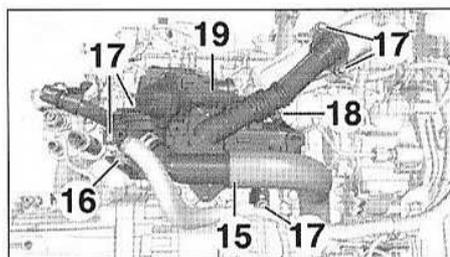
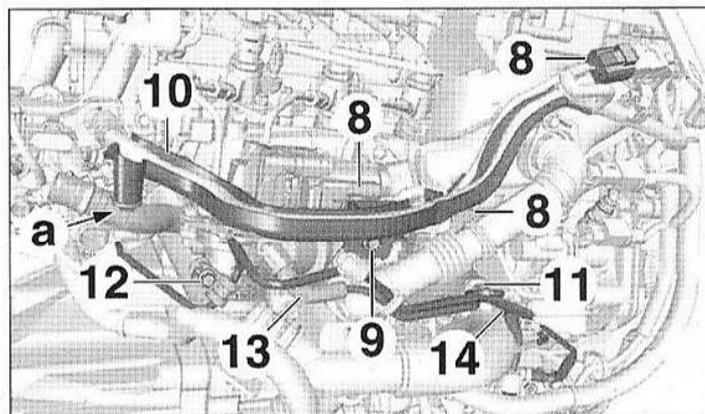

FIG.96
FIG.95
- les connecteurs (8) (Fig.95).
- Déposer la vis (9), dégrafer en (a) puis écarter le guide (10) du faisceau électrique.
- l'agrafe (11),
- la vis (12).
- Débrancher le raccord (13).
- Ecarter les canalisations (14) du circuit de dépression.
- Débrancher la durit (15) (Fig.96).
- l'agrafe (16) et écarter le faisceau électrique,
- les vis (17),
- l'écrou (18),
- le module de recyclage des gaz d'échappement (19).